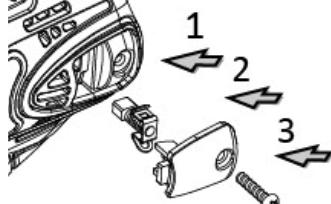

Fig. 2
B. Vervang met twee nieuwe koolborstels aan de linker- en rechtkant. (Zie fig.2, stap 1).
D. Gebruik een schroevendraaier om de schroef van de achterklep van de behuizing vast te draaien. (Zie fig.2, stap 2 & 3).